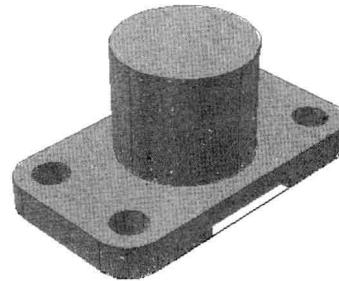

图 9-6-5
(9) 输入圆柱体底面的半径“70”，按Enter键，输入圆柱体高度“120”，按Enter键，创建圆柱体，如图9-6-5所示。